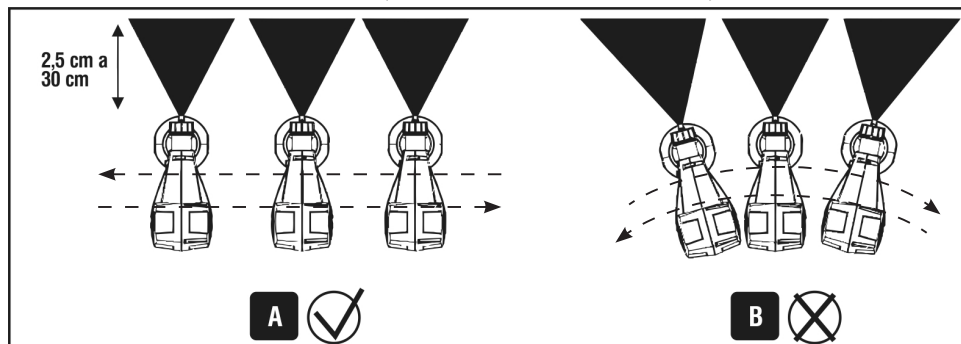

Fig. 8 - Distância ideal para uma boa pintura
- Ajuste o jato de tinta de acordo com o item 5.4 deste manual;
- Ajuste o volume de material de acordo com o item 5.5 deste manual;
- Pulverize a superfície a uma distância de 2,5 cm a 30 cm do objeto a ser pintado de acordo com a Fig. 8;
- Movimento a pistola de pintura para cima e para baixo, sempre mantendo-a perpendicular à superfície que está sendo pintada, conforme mostra a Fig. 8 (Fig. 8A: correto e Fig. 8B: incorreto).